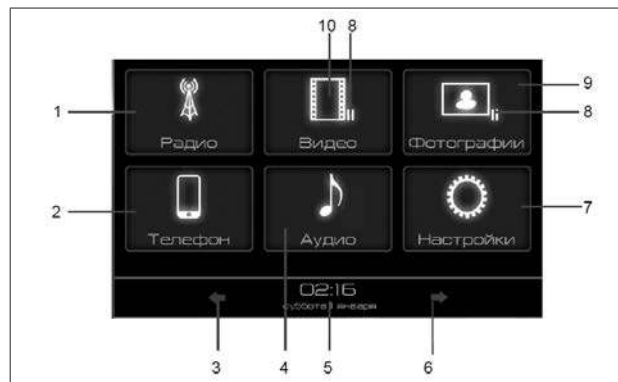

Рис. 2. Окно главного меню
2.5.1 После первого включения радиоприёмника или перезагрузки на дисплее радиоприёмника отображается главное меню (рис. 2).
- кнопкой **Радио** в главном меню (рис. 2);
- нажатием кнопки **Аудио** (рис. 2);
Примечание. При нахождении режима «**Аудио**» в состоянии «**Пауза**» (индикатор **8**, рис. 2) повторный вход в режим «**Аудио**» переведет радиоприёмник в режим проигрывания аудиофайла с места остановки прослушивания.